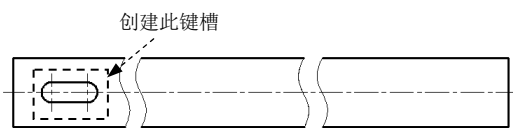
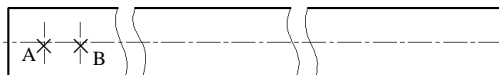
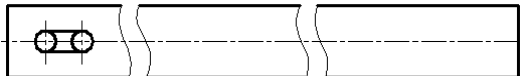

图 1.1.8 键槽
图 1.1.9 创建两条垂直中心线
图 1.1.11 绘制两条水平直线
Step6. 创建图 1.1.8 所示的键槽。
(1) 将图层切换至“中心线层”, 确认状态栏中的“正交”按钮  处于激活状态。
(2) 绘制垂直中心线。选择下拉菜单 **绘图(D)** → **直线(L)** 命令, 在命令行中输入命令 FROM 并按 Enter 键, 选取水平中心线与最左端直线的交点为基点, 水平移动光标, 输入直线起点的相对坐标值 (@31, 15) 并按 Enter 键, 向下移动光标, 输入数值 30 后按两次 Enter 键。
(3) 偏移垂直中心线。选择下拉菜单 **修改(M)** → **偏移(O)** 命令, 在命令行中输入数值 29 并按 Enter 键, 选取步骤 (2) 所绘制的垂直中心线为偏移对象, 在其右侧的空白区域单击, 以确定偏移方向, 按 Enter 键结束命令, 结果如图 1.1.9 所示。
① 选择下拉菜单 **绘图(D)** → **圆(C)** → **圆心、直径(D)** 命令, 选取图 1.1.9 所示的点 A 为圆心, 输入直径值 16 后按 Enter 键。
② 按 Enter 键以重复执行圆的绘制命令, 选取图 1.1.9 中的点 B 为圆心, 输入半径值 8 后按 Enter 键。
(6) 绘制图 1.1.11 所示的两条水平直线。
① 选择下拉菜单 **绘图(D)** → **直线(L)** 命令，分别选取两圆的上半圆与垂直中心线的交点，按 Enter 键结束直线的绘制。
② 按 Enter 键以重复执行绘制直线命令，分别选取两圆的下半圆与垂直中心线的交点，按 Enter 键结束命令。
(7) 修剪图形。选择下拉菜单 **修改(M)** → **修剪(T)** 命令，对图 1.1.11 所示的图形进行修剪，修剪后的结果如图 1.1.8 所示。